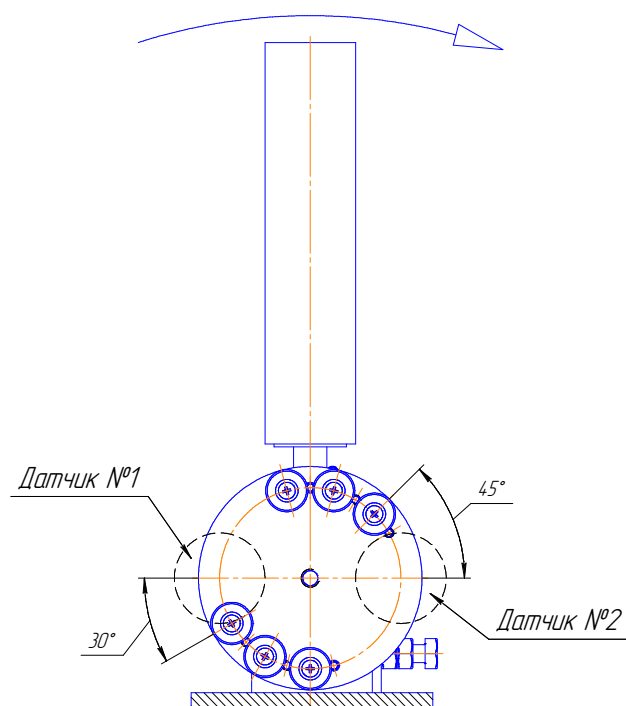

Рис.2
- В состоянии поставки шайбы (или магниты) (6) расположены так, как показано на рис.2. При этом датчик №1 срабатывает при отклонении ролика на 15°, а датчик №2 срабатывает при отклонении ролика на 30°. При необходимости расположение шайб (магнитов) можно изменить для настройки устройства на другие углы срабатывания.
- Установить датчики в кронштейн (7), отрегулировав расстояние между чувствительными поверхностями датчиков и шайбами (магнитами) так, чтобы срабатывание датчиков происходило при отклонении ролика на нужный угол.
- Закрепить устройство на объекте. (Винт упора (8) должен быть направлен в сторону, противоположную конвейеру.)